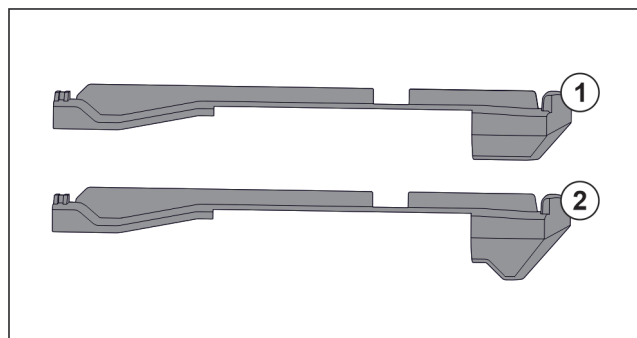

Fig. 195 Comparaison des éléments emboîtables
L'appareil comprend deux éléments emboîtables différents. L'élément emboîtable au-dessus du tiroir inférieur Fig. 195 (2) a un bord triangulaire. Tous les autres éléments emboîtables Fig. 195 (1) ont un bord droit.
- Poser l'élément emboîtable Fig. 195 (2) avec le bord triangulaire sur le tiroir inférieur.
- Poser l'élément emboîtable Fig. 195 (1) avec le bord droit à tous les autres endroits.